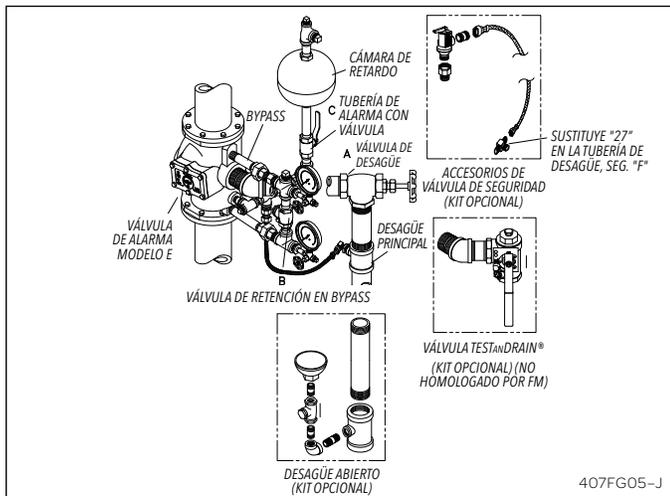
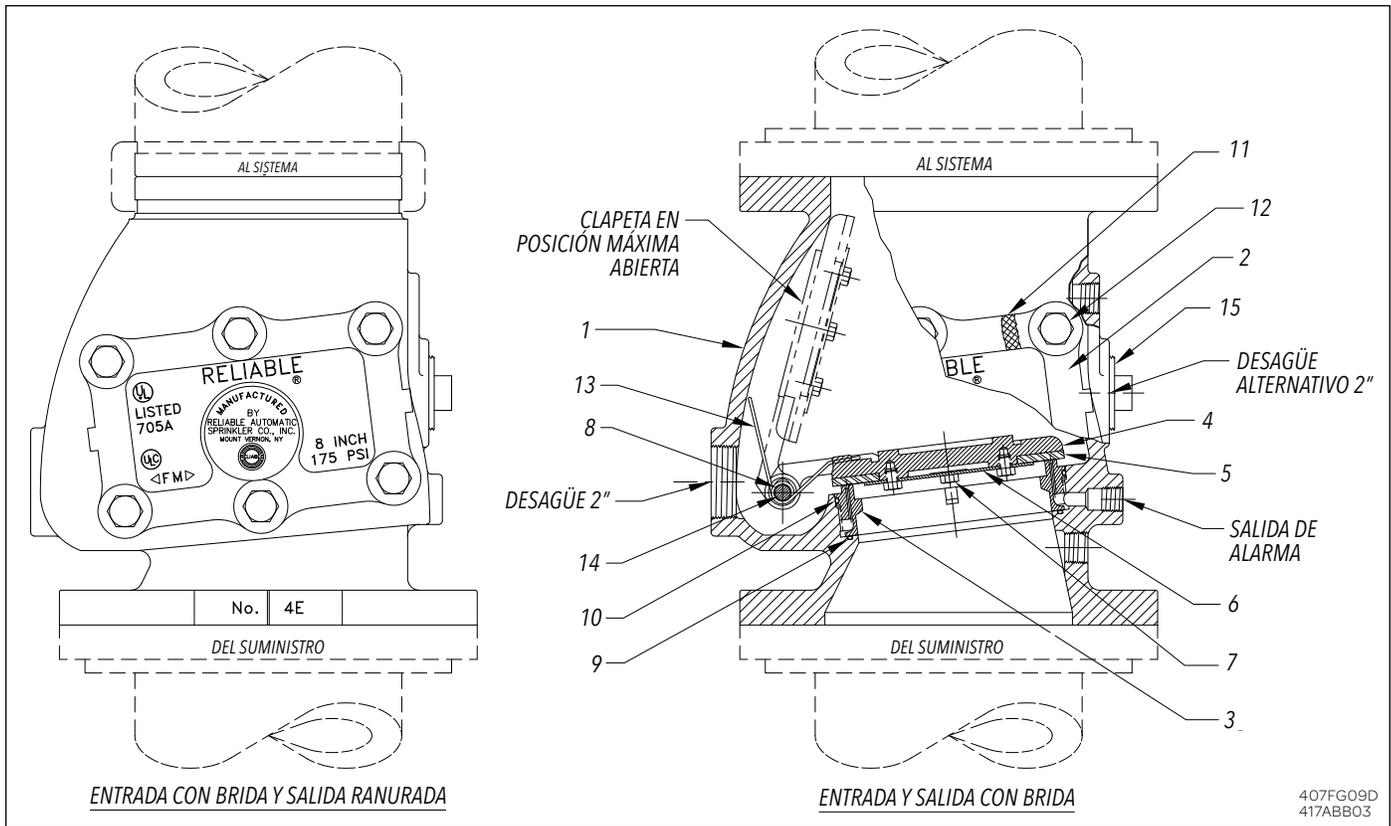

Fig. 7 - Accesorios E3 vertical
Fig. 9
1. La línea de bypass, Fig. 7, con la válvula de retención (B) permite que las presiones transitorias pasen de aguas abajo a aguas arriba de la clapeta de la válvula de alarma sin que ésta se separe de su asiento. Las sobrepresiones repetidas acumulan un exceso de presión efectiva en el sistema que estabiliza la clapeta y evita las falsas alarmas. Caso de que un aumento de presión importante hace que se levante la clapeta y permita que entre agua en la tubería de alarma, entra en acción la cámara de retardo modelo E1.
### Pruebas (Figs. 7 y 8)
1. Abra la válvula de desagüe (A), Fig. 7, lo que debería eliminar del asiento de la válvula de alarma cualquier materia suelta. Cierre la válvula y observe si el flujo de agua se detiene.
- 2) Revestimiento de goma de la clapeta y anillo de sujeción Ensamblaje: Ítem 5, Fig. 9.
- 3) Juntas tóricas del asiento: Ítems 9 y 10, Fig. 9.
- c. En cualquier caso (a o b), vacíe el sistema abriendo la válvula (A), Figs. 7 y 8. Retire la tapa (2), Fig. 9, el tapón del tubo del eje (14), el pasador de articulación (8) y el conjunto de clapeta (4).
**Nota:** Retenga el muelle (13) al retirar el pasador de articulación(8).
- 2) Retire las juntas tóricas ítems 9 y 10, Fig. 9. Limpie a fondo las ranuras y superficies de cierre de las juntas. Compruebe que no haya daños o materia extraña.
- 3) Sustituya la tapa (2) asegurándose de que la junta de la tapa (11) está bien colocada y los pernos y las tuercas bien apretados.
- 4) Cerrar la válvula de desagüe (A) (Fig. 7). Abra poco a poco la válvula de control principal. Asegúrese de que la válvula (C) y la válvula de control principal estén supervisadas correctamente en la posición abierta (OPEN).
Las falsas alarmas son causadas generalmente por sobrepresiones transitorias en el suministro de agua y pueden producirse si el sistema pierde su exceso de presión efectiva (ver "Funcionamiento"). La existencia de valores similares en los manómetros de suministro y de sistema indican que se ha perdido el exceso de presión. Uno o más de los siguientes contribuirán a esta pérdida de presión – Fuga de válvulas de desagüe del sistema, fugas en el asiento de la válvula de alarma (3), Fig. 6, con fugas entre la clapeta (4) y el revestimiento (5), o con fugas en la válvula de retención en bypass (B), Fig. 7.